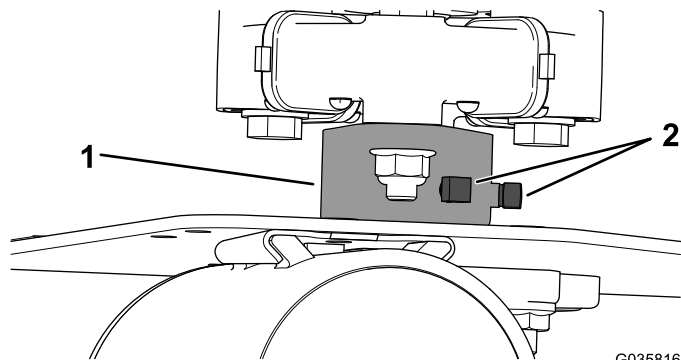

図 1
1. 油圧ポンプのハブについている固定ねじ2本を外す 図 1。